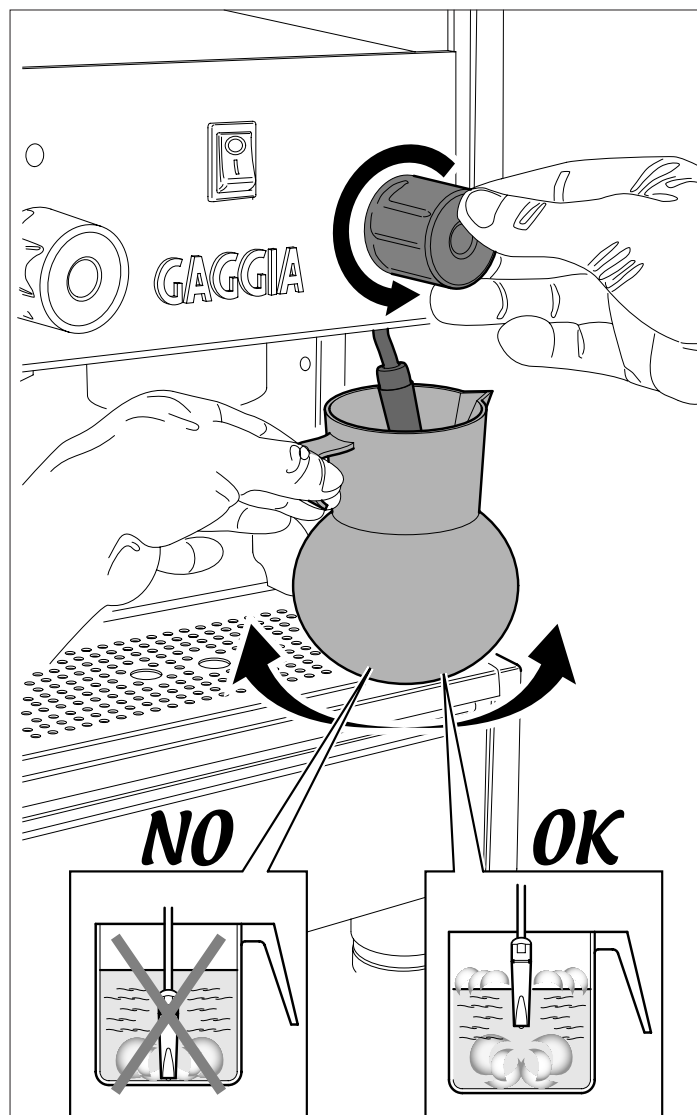

Fig.6.10
- Prendere un bricco riempito a metà con latte freddo e metterlo sotto il tromboncino del vapore (Fig.6.10).
- Ruotare lentamente la manopola del rubinetto (Fig.6.10) in senso antiorario per far fuoriuscire il vapore.